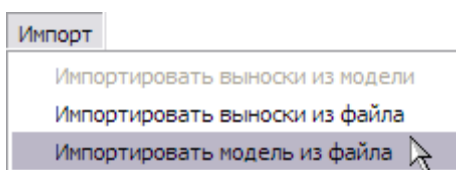

Рис. 6.66
5. Нажмите на кнопку **Импорт**, в выпадающем меню выберите пункт **Импортировать модель из файла** (Рис. 6.66).